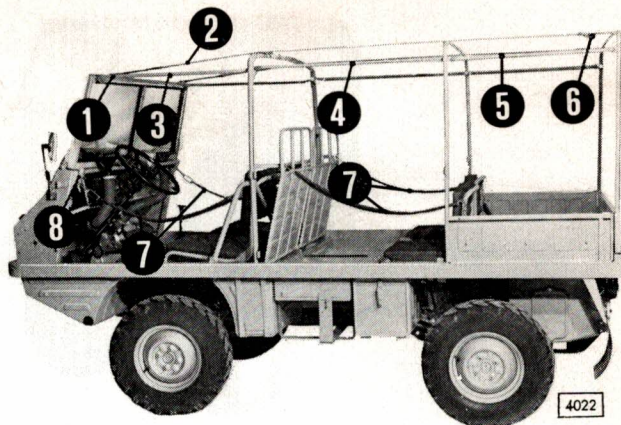
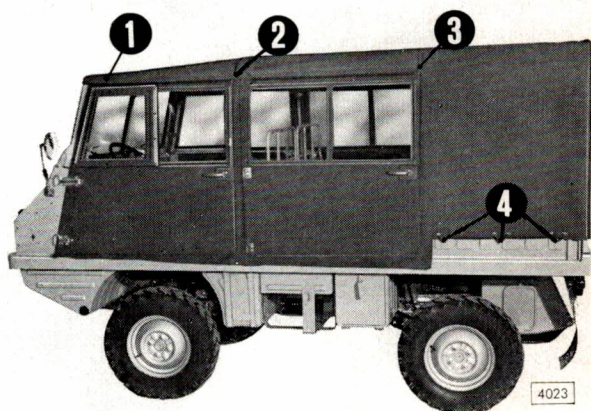

Fig. 36
Fig. 37
La grande capote (à 4 portières) consiste en 3 arceaux (arceau avant, moyen et arrière), 2 sangles longitudinales (fig. 36/2), 6 tubes de raccordement latéraux (fig. 36/3, 4, 5), la bâche de capote et les 4 portières.
Au véhicule à l'empattement de 1800 mm, 4 arceaux sont prévus. L'arceau supplémentaire est vissé à la plate-forme; on le fixe aux arceaux avant et moyen à l'aide de 2 tubes de raccordement pour chacun de ces arceaux. L'arceau avant est vissé à la plate-forme, les arceaux moyen et arrière par contre s'enfoncent dans les panneaux latéraux. Les tubes de raccordement constituent le support latéral de la bâche: Ces tubes sont fixés aux arceaux et au pare-brise par des écrous. Les tubes de raccordement avant, après dévissage des écrous à oreilles, peuvent être rabattus parallèlement à l'arceau avant. Deux sangles longitudinales servent à supporter la bâche au milieu de la capote: A l'avant, ces sangles sont attachées à des oeillets (fig. 36/1) (avec caoutchouc intermédiaire), à l'arrière, elles sont fixées par des boucles (fig. 36/6). Les points de fixation de la capote se situent – voir fig. 37 – au pare-brise (fig. 37/1), aux arceaux avant (fig. 37/2) et moyen (fig. 37/
Das große Verdeck (viertürig) besteht aus 3 Verdeckbögen (vorderer, mittlerer, hinterer), 2 Längsgurten (Fig. 36/2), 6 seitlichen Verbindungsrohren (Fig. 36/3, 4, 5), dem Planenverdeck und den 4 Türen.
Der vordere Verdeckbogen ist mit der Plattform verschraubt, die mittleren und hinteren sind in die Bordwand eingesteckt. Als seitliche Auflage für das Planenverdeck dienen die Verbindungsrohre: sie sind mit Schrauben an den Verdeckbögen und am Windschutz befestigt. Die vorderen Verbindungsrohre können nach Lösen der Flügelmuttern parallel zum vorderen Verdeckbogen geschwenkt werden. Für die Abstützung des Planenverdecks in Dachmitte sind zwei Längsgurten vorgesehen. Diese sind vorne in Gurtenösen (Fig. 36/1) eingehängt (Gummizwischenstück) und hinten durch Schnallen (Fig. 36/6) befestigt. Die Befestigung des Verdecks erfolgt – siehe Fig. 37 – am
Windschutz (Fig. 37/1) am vorderen (Fig. 37/2) und am mittleren (Fig. 37/3) Verdeckbogen sowie an den seitlichen Bordwänden (Fig. 37/4) und an der hinteren Bordwand. Die Hecköffnungsplane wird seitlich und unten durch Gummischlaufen geschlossen. Dieses Planenstück kann auch gesondert aufgerollt und mit Hilfe zweier Schnallriemen auf der Oberseite des hinteren Verdeckbogens befestigt werden. Wird ohne Türen gefahren, müssen unbedingt die Sicherheitsketten eingehängt werden (Fig. 36/7).
Die beiden Spannverschlüsse (Fig. 36/8) öffnen und Windschutz nach vor klappen. Windschutz mit den 2 Gummibändern (Fig. 38/1) befestigen.
3) et aux panneaux latéraux (fig. 37/4) et arrière.
Ne pas rouler sans portières, sans avoir raccroché les chaînes de sécurité (fig. 36/7).
Dévisser les écrous à oreilles et rabattre les tubes de raccordement vers l'arceau avant. Ouvrir les deux fermetures de serrage (fig. 36/8) et plier le pare-brise vers l'avant. Fixer le pare-brise par les deux caoutchoucs (fig. 38/1).